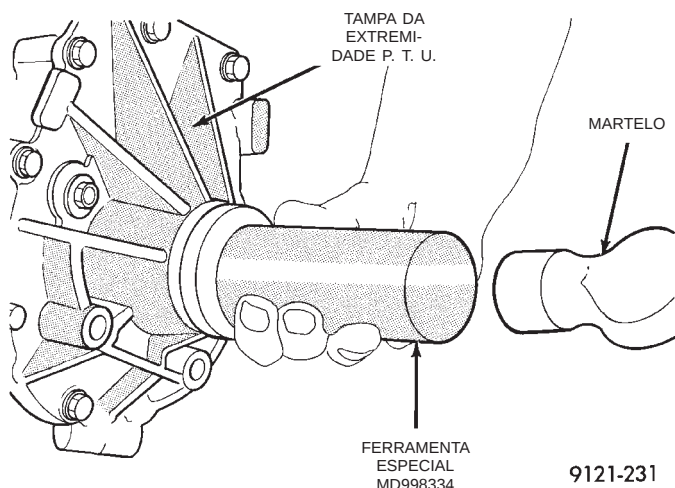

Fig. 56 Instalação da Nova Vedação
- (3) Instale uma nova metade de eixo externo utilizando o instalador de vedação MD998334 (Fig. 56). **Não reutilize a vedação antiga.**
- (4) Reinstale metade do eixo dianteiro direito.